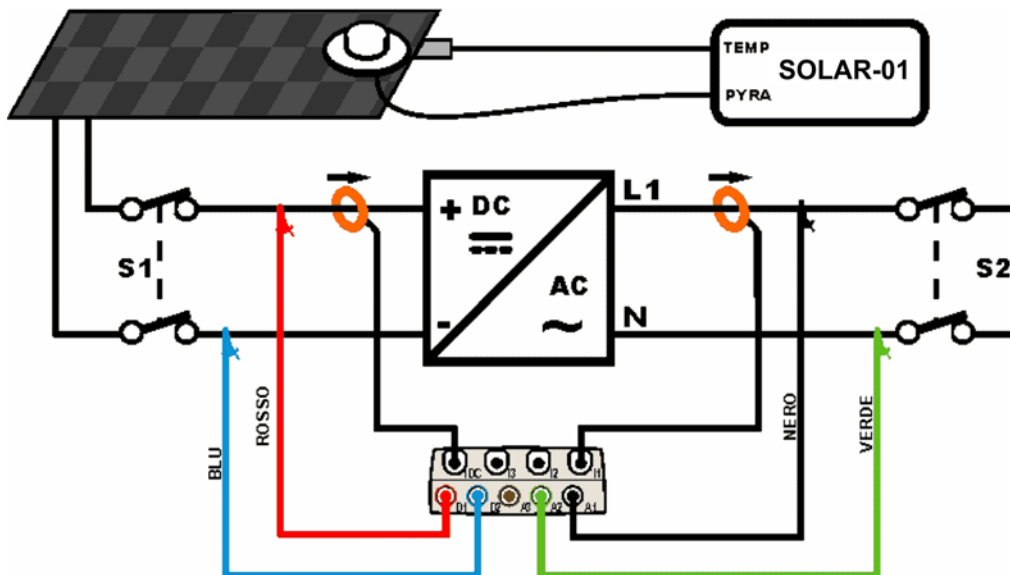

Fig. 160: Collegamento dello strumento in un sistema FV-1 con SOLAR-01
2. Collegare gli ingressi **D1** e **D2** rispettivamente ai poli positivo e negativo di uscita della stringa. Collegare gli ingressi A1, A2 ai conduttori di Fase e Neutro rispettando i colori come mostrato in Fig. 160
3. Collegare la pinza di corrente DC sul conduttore positivo in uscita dalla stringa **rispettando il verso della freccia** presente sulla pinza stessa come indicato in Fig. 160. **Controllare lo stato delle batterie interne della pinza prima del collegamento**
4. Collegare la pinza AC sul conduttore di Fase L1 **rispettando il verso della freccia** presente sulla pinza stessa come indicato in Fig. 160. Collegare l'uscita della pinza all'ingresso **I1** dello strumento